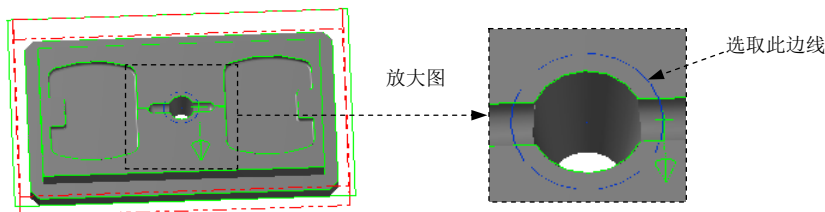

图 20.30 设置加工边线
Step4. 设置加工边界。在 **Containment boundary** 区域中单击 按钮，系统弹出“串连选项”对话框。在图形区中选取图 20.30 所绘制的边线，单击 按钮，系统返回至“刀具路径的曲面选取”对话框。单击 按钮，系统弹出“曲面粗加工等高外形”对话框。